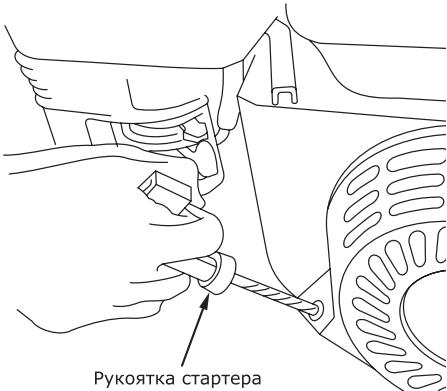

Рис. 14
- Запустите двигатель. Будьте внимательны! При вытягивании шнуря стартера шнур может создавать отдачу. Возьмитесь за ручку шнуря стартера. Медленно потяните шнур до возникновения сопротивления со стороны двигателя. Не допускайте возврата ручки обратно, продолжайте быстро тянуть ручку на полный взмах руки. Медленно (с натягом шнура) верните ручку в начальное положение (рис. 14). Резкое отпускание ручки шнуря стартера приводит к механическому повреждению стартера, что рассматривается как негарантийный случай.